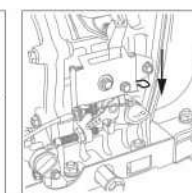

Рисунок 11.
В аварийной ситуации для остановки двигателя генератора переведите выключатель двигателя в положение «СТОП» (рис. 11).
4. Переведите рычаг регулятора в положение «СТОП» (рис. 11).